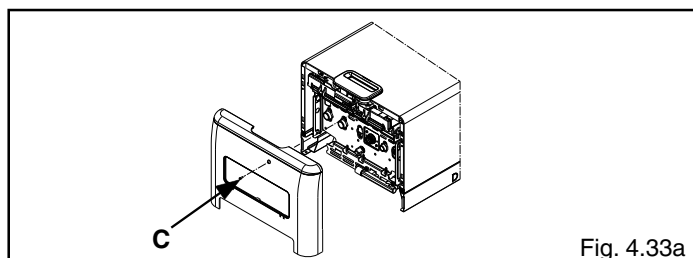

Fig. 4.33a
- Svitare le viti di fissaggio della copertura raccordi (C) (fig. 4.33a)